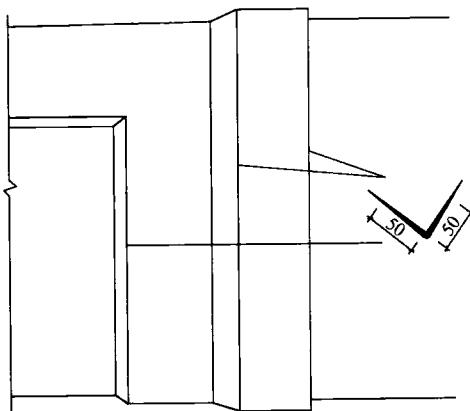

图 1-18 护角抹灰宽度
(4) 做护角 室内墙面、柱面的阳角和门窗洞口的阳角抹灰要求线条清晰、挺直，并防止碰坏。因此，无论设计有无规定，都需要做护角。护角做好后，也起到标筋作用。应用 1:2 水泥砂浆做护角，其高度不应低于 2m，每侧抹灰宽度不应小于 50mm，如图 1-18 所示。